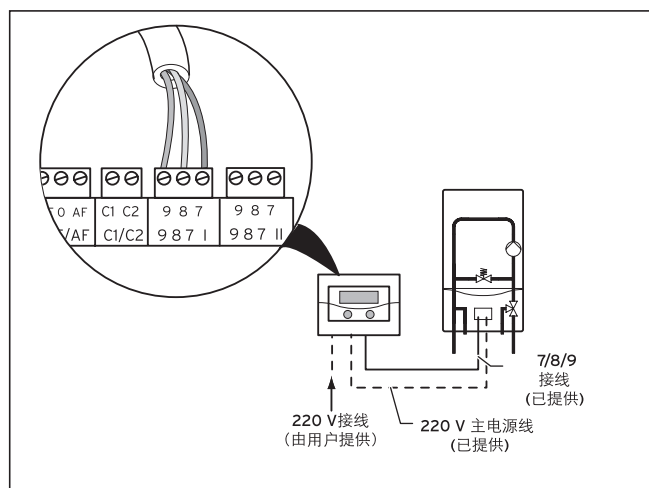

图4.1 连接锅炉
- 按照图4.1接线。
- 用随机提供的电线给锅炉接线（如图4.1）。